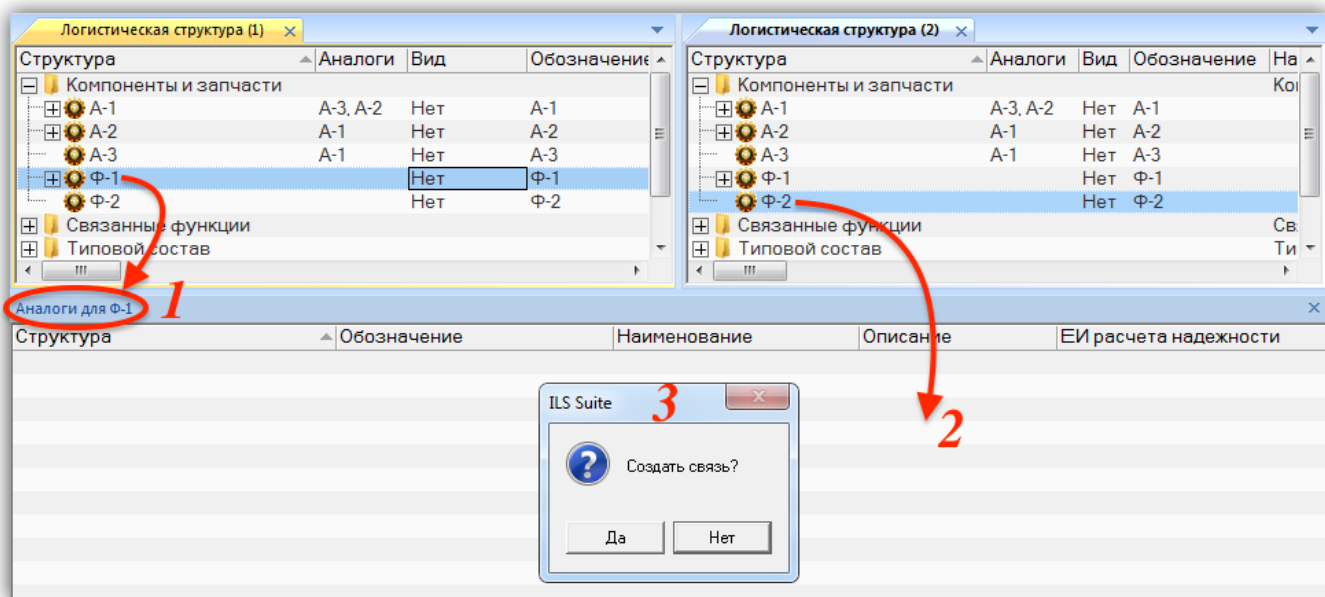

Рис. 10-47 – Создание связи между компонентами-аналогами с помощью окна связанных объектов
- 4) В окно связанных объектов «Аналоги» (1 на рис. 10-47) с помощью мыши переместить из справочника компонент, который назначается аналогом для исходного компонента (2 на рис. 10-47).
5) В открывшемся диалоговом окне подтвердить создание связи (3 на рис. 10-47).